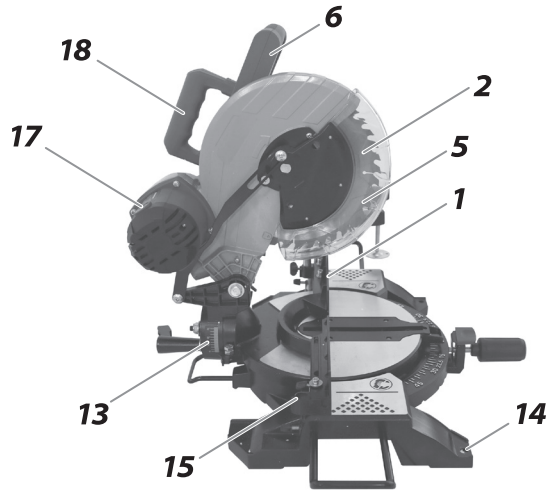
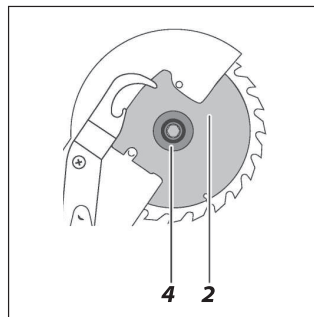

Рис. 1
Рис. 3
### ВНЕШНИЙ ВИД ЭЛЕКТРОИНСТРУМЕНТА (Рис. 1, 2)
3. Снимите наружный фланец (4) (Рис. 3) и пильный диск (2) (Рис. 1);
4. Для установки диска установите на шпindel сначала внутренний фланец, затем диск. Направление вращения диска (указано на самом диске) должно совпадать с направлением вращения шпинделя, обозначено стрелкой на защитном кожухе (5) (Рис. 1).